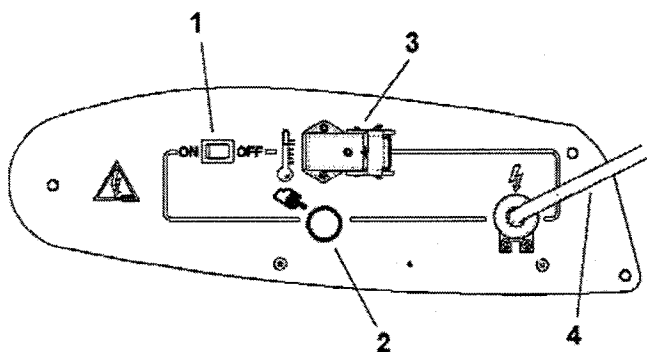

Figure 2
Le générateur ne peut fonctionner en mode automatique que si le dispositif de contrôle tel que, par exemple, un thermostat ou une horloge, est raccordé au générateur en en fixant le câble aux bornes 3 et 4 de la fiche 3 (Fig.2) fournie avec l'appareil (le fil électrique qui relie les deux bornes ne doit être ôté et, éventuellement, remonté, que si l'on souhaite que le générateur fonctionne sans dispositif de contrôle).
- mettre l'interrupteur 1 (Fig.2) dans la position rapportant le symbole :ON le ventilateur se met en marche et, après quelques secondes, la combustion commence.
Lors de la première mise en service ou après la vidange complète du circuit du gasoil, le flux de gasoil en direction de la buse peut s'avérer insuffisant et causer l'intervention de l'appareillage de contrôle de flamme qui arrête le générateur ; dans ce cas, après avoir attendu environ une minute, appuyer sur le bouton-poussoir de réarmement 2 (Fig.2) et remettre l'appareil en marche.
2. Appuyer sur le bouton-poussoir de réarmement 2 (Fig.2) ;
Pour arrêter l'appareil, il est nécessaire de mettre l'interrupteur 1 (Fig.2) sur "0" ou d'intervenir sur le dispositif de contrôle, par exemple, en réglant le thermostat sur une température plus basse. La flamme s'éteint et le ventilateur continue de fonctionner jusqu'à ce que la chambre de combustion soit entièrement refroidie.
Le générateur est équipé d'un appareillage électronique de contrôle de la flamme. En cas de présence d'une ou plusieurs anomalies de fonctionnement, cet appareillage provoque l'arrêt de la machine et l'allumage du témoin du bouton-poussoir de réarmement 2 (Fig. 2).
Un thermostat de surtempérature intervient et provoque la coupure de l'alimentation en gasoil si le générateur se surchauffe : le thermostat se réarme automatiquement lorsque la température de la chambre de combustion diminue et atteint la valeur maximum admise. Avant de remettre le générateur en service, il est nécessaire d'identifier et d'éliminer la cause qui a provoqué la surchauffe (par exemple, une obstruction de la bouche d'aspiration et/ou de refoulement de l'air, un arrêt du ventilateur). Pour remettre la machine en marche, appuyer sur le bouton-poussoir de réarmement 2 (Fig.2) et répéter les instructions spécifiques rapportées au paragraphe "MISE EN SERVICE".
De generator kan alleen in automatische modus werken als er een besturingseenheid zoals bijvoorbeeld een thermostaat of klok op de generator wordt aangesloten door de kabel van deze eenheid aan te sluiten op contactpunten 3 en 4 van de stekker 3 (Fig. 2) die bij het toestel is geleverd (het elektriciteits snoer dat de twee aansluitpunten met elkaar verbindt dient te worden verwijderd en dient alleen opnieuw aangebracht te worden als u de generator zonder besturingseenheid wilt laten werken).
- zet de schakelaar 1 (Fig. 2) in de stand met het symbool: ON de ventilator slaat aan en na enkele seconden wordt de verbranding gestart.
Bij de eerste ingebruikname of nadat alle olie uit het circuit is verwijderd, is de oliestroom uit de straalpijp mogelijk onvoldoende, zodat de vlamregelaar van het toestel ervoor zorgt dat de generator wordt uitgeschakeld; in dat geval wacht u ongeveer een minuut en drukt u vervolgens op de opstartknop 2 (Fig. 2) om het toestel opnieuw op te starten. Als het toestel niet correct werkt gaat u in eerste instantie als volgt te werk:
2. Druk op de opstartknop 2 (Fig. 2);
Om het toestel uit te schakelen dient u schakelaar 1 (Fig. 2) in de stand "0" te zetten of de besturingseenheid afstellen, bijvoorbeeld door de thermostaat op een lagere temperatuur te zetten. De vlam gaat uit en de ventilator blijft werken tot de verbrandingskamer volledig is afgekoeld.
De generator is voorzien van een elektronisch instrument ter besturing van de vlam. Als er zich afwijkingen in de werking voordoen zorgt dit instrument ervoor dat het toestel wordt uitgeschakeld en de opstartknop 2 (Fig. 2) wordt geactiveerd. Er wordt een oververhittingsthermostaat geactiveerd die ervoor zorgt dat de olietoevoer wordt onderbroken als de generator oververhit raakt: de thermostaat wordt automatisch opnieuw ingesteld zodra de temperatuur van de verbrandingskamer tot onder het toegestane maximum is gedaald.